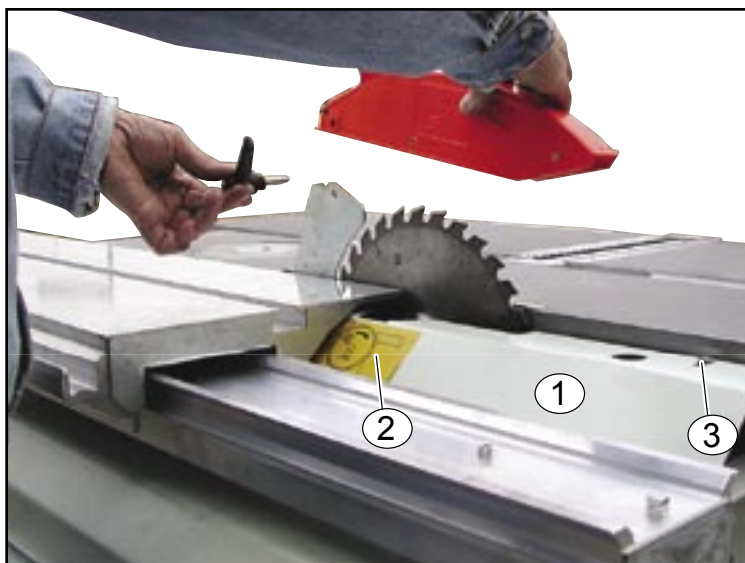

Fig. 5.7.2C
Il diametro massimo e minimo della lama e del relativo foro per l'albero, per cui la macchina è progettata, sono indicati in modo permanente sulla macchina pos. 2 fig. 5.7.2C